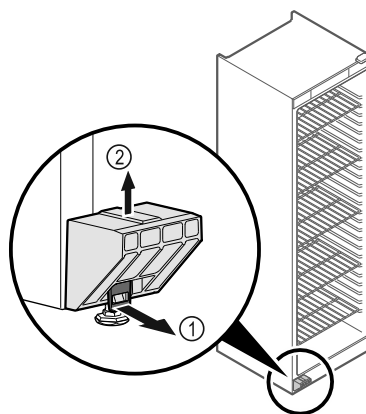

Fig. 6
- ▶ Tirer la languette Fig. 6 (1) vers l'avant.
- ▶ Retirer la sécurité de transport Fig. 6 (2) vers le haut.